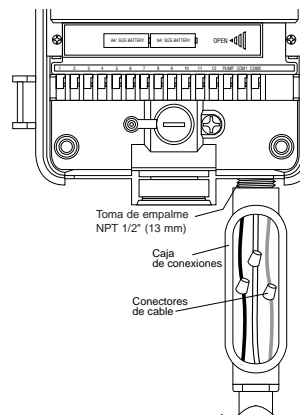

FIGURA 24: Cableado de CA mediante una caja de conexiones
- Conecte los cables procedentes de la fuente de alimentación a los cables procedentes del controlador. Asegúrese de conectar el cable de toma de tierra (a menudo un conductor de color verde o de cobre desnudo) al cable verde del controlador. Es absolutamente necesario conectar dicho cable. Conecte también el resto de los cables [Vea la Figura 24].